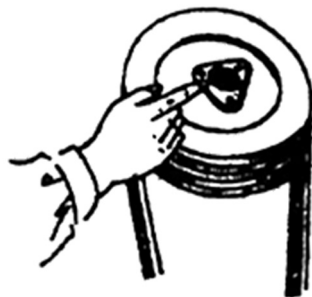

Рис. 13.
- a. Отверните стопорную гайку (7), отрегулируйте длину тягового штока муфты сцепления (2) и переведите рукоятку тормоза/сцепления в положение «выключено», что приведет к полному отключению сцепления (Рис. 13). При перемещении рукоятки в положение «включено», зазор между выжимным подшипником (688908) и расцепляющим рычагом должен составлять, приблизительно, 0,3 ~ 0,5 мм.